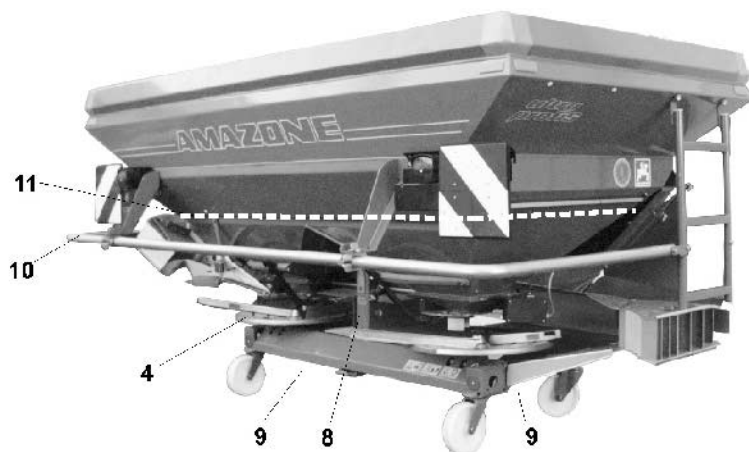

Fig. 2
- Omnia-Set spridartallrikar (Fig. 2/4)
- Kedjeskydd för drivningen till omrörarna (Fig. 2/8)
- Skyddshölje mellan centrum- och vinkelväxlar (Fig. 2/9)
- Skyddsbåge (Fig. 2/10)
- Skyddsgaller i behållare (Fig. 2/11)